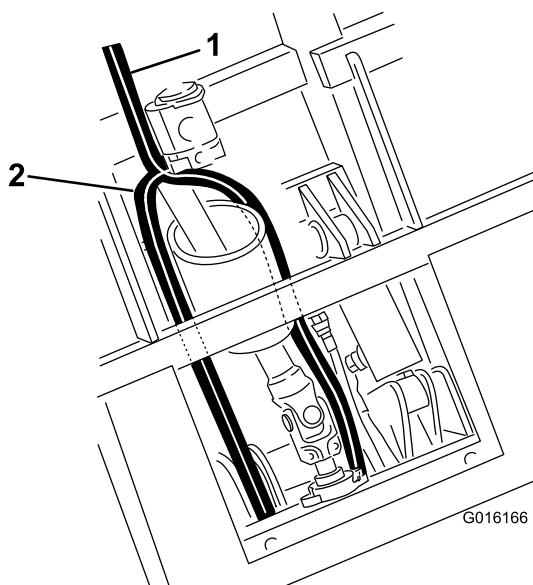

図 46
- ・ 圧力側ホースは昇降シリンダの下からシリンダ取り付けブラケットの間を通してバルブへ 図 46。